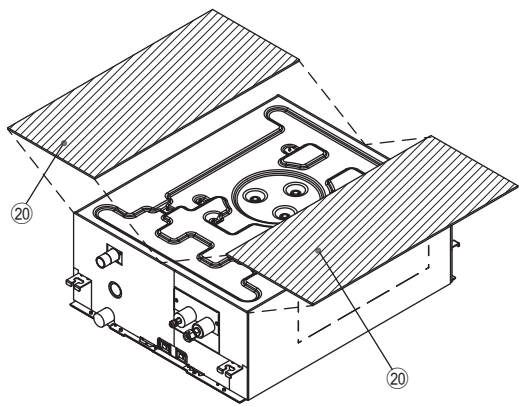
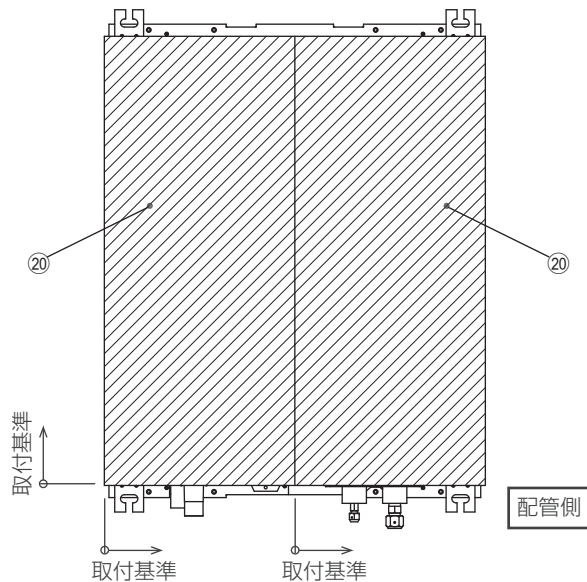

図 21
図 22
1. 室内ユニットの天面に断熱材 ⑳ を取付けます。(図 21、図 22)